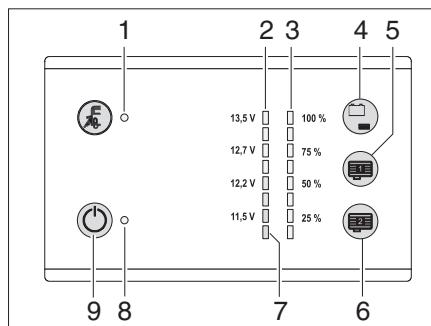

Fig. 91 Pannello di controllo LT 101 / LT 102
Il livello di riempimento del serbatoio dell'acqua può essere richiamato con il pulsante sensibile al tocco (Fig. 91,4).
- Toccare il pulsante sensibile al tocco (Fig. 91,4): il livello del serbatoio dell'acqua viene segnalato in quattro livelli dai LED (Fig. 91,3) (25 % ... 100 %).
Il LED rosso di avviso (Fig. 91,7) inizia a lampeggiare non appena la tensione della batteria dell'abitacolo scende fino a 11 V (misurazione durante il normale esercizio) con conseguente rischio che la batteria si scarichi completamente.
Con il pulsante sensibile al tocco (Fig. 91,4) si può richiamare lo stato di carica della batteria dell'abitacolo.
*Indicazione:* ■ Toccare il pulsante sensibile al tocco (Fig. 91,4): viene indicato lo stato di carica della batteria dell'abitacolo.
L'interruttore principale 12 V (Fig. 91,9) inserisce o disinserisce il pannello di controllo e l'alimentazione a 12 V dell'abitacolo.
- Toccare il pulsante sensibile al tocco (Fig. 91,9): l'alimentazione a 12 V dell'abitacolo è inserita. La spia di controllo (Fig. 91,8) diventa verde.
- Toccare di nuovo il pulsante sensibile al tocco (Fig. 91,9): l'alimentazione a 12 V dell'abitacolo è disinserita. La spia di controllo a 12 V (Fig. 91,8) si spegne.
- ▷ Se il LED di avviso della scarica completa (Fig. 91,9) lampeggi, l'alimentazione non può essere inserita, in quanto la tensione della batteria è troppo bassa.